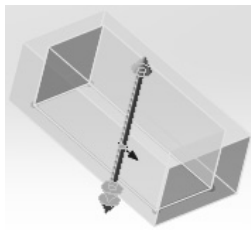

图 5-78 预览效果
13 再次单击勾选“方向 2 (2)”选项，此时方向 2 (2) 特征关闭，勾选“薄壁特征”选项，此时系统自动添加厚度 10，预览效果如图 5-78 所示。